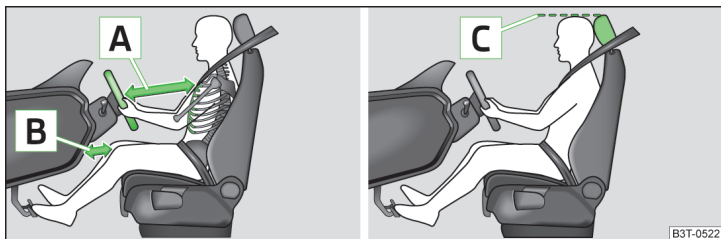

Fig. 1 Position assise correcte du conducteur / réglage correct de l'appuie-tête
- ✓ Pour les véhicules avec airbag de genoux côté conducteur, réglez le siège du conducteur en sens longitudinal de façon à ce que la distance **B** entre les jambes et le tableau de bord à hauteur de l'airbag de protection des genoux soit de 10 cm au moins » fig. 1.
- ✓ Ajustez le volant de façon que la distance entre le volant et le buste soit de 25 cm au moins **A** » fig. 1. Réglage du volant » page 10, Réglage de la position du volant.
- ✓ Réglez l'appuie-tête de façon à ce que le bord supérieur de l'appuie-tête se trouve au moins à la hauteur de la partie supérieure de votre tête **C** » fig. 1.
- ✓ Réglez l'appuie-tête de façon à ce que le bord supérieur de l'appuie-tête se trouve au moins à la hauteur de la partie supérieure de votre tête **[C]** » fig. 1 à la page 10.
- ✓ Réglez l'appuie-tête de façon à ce que le bord supérieur de l'appuie-tête se trouve au moins à la hauteur de la partie supérieure de la tête **[C]** » fig. 1 à la page 10.